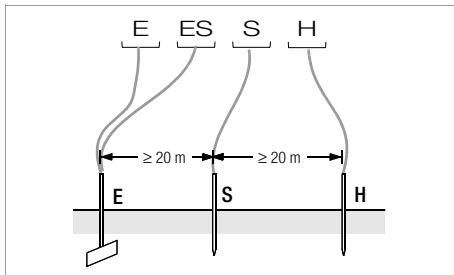

Bild 3 Messung des Erdungswiderstandes nach dem Vierleiterverfahren
- ❖ Setzen Sie die Spieße für Sonde und Hilfs Erder in mindestens 20 m bzw. 40 m Entfernung vom Erder (vgl. Bild 3 Seite 15).